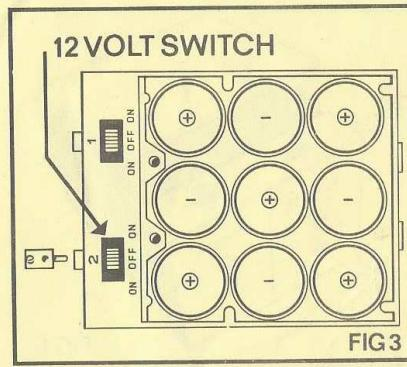

FIG 3
- Für die Schaltung mit 12 Volt Nennspannung den Schaumstoff-Block aus dem Kasten entfernen und 9 Batterien in der in Abb. 3 gezeigten Anordnung anbringen. Zu diesem Zweck wurde die Unterseite des Batteriekastens speziell vorgeformt, um ein leichtes Einsetzen zu ermöglichen. Die Stromzufuhr erfolgt nun durch Einführen der Miniatur-Stecker in die Steckdosen unter der 12 Volt-Markierung und wird durch den Schalter Nr. 2 kontrolliert.
- Ifråga om kretsen på 12 volt (nominellt) skall skumkloten tas bort, varefter 9 batterier placeras så som framgår av Fig.3. Dessa placeringar anges också på undersidan av manöverdosan som beläggning. Batterierna ansluts genom att man skjuter in de små stickpropparna i uttagen under 12-voltsmarkeringen, varefter strömmen regleras med strömbrytare nr 2.
- Para usar el circuito de 12 voltios (potencia nominal), sacar el bloc de espuma de la caja y colocar 9 pilas en las posiciones indicadas en la fig.3. Para mayor facilidad, dichas posiciones van estampadas en la cara inferior de la caja. La potencia se obtendrá al introducir las mini-clavijas en los enchufes situados debajo de la marca "12 VOLTS", regulándose por medio del interruptor No.2.